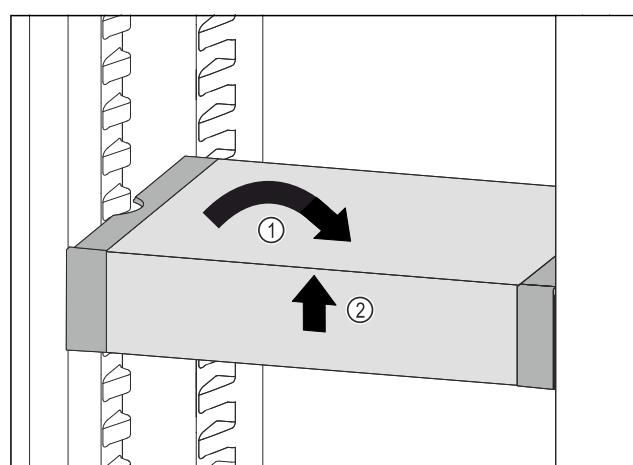

Fig. 143
- ▶ 将 VarioSafe 放平。Fig. 143 (1)
- ▶ 抬起 VarioSafe 前部。Fig. 143 (2)